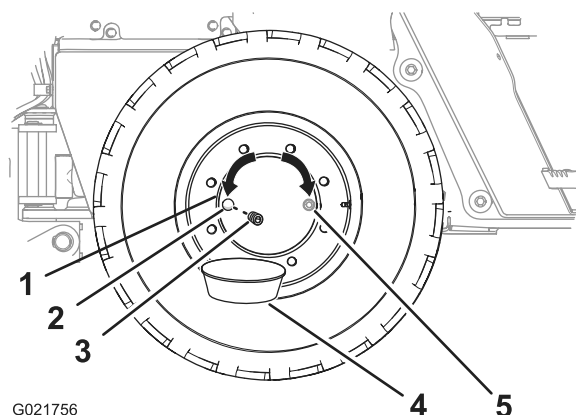

Figure 64
2. Avancez ou reculez la machine jusqu'à ce que le bouchon du moyeu d'huile soit à la position 3 heures ou 9 heures (Figure 64).
4. Placez un bac de vidange sous l'orifice de vidange du moyeu de roue (Figure 64).
5. Enlevez le bouchon du moyeu de roue (Figure 64).
6. Vérifiez que le niveau d'huile atteint le bas des filets de l'orifice d'huile (Figure 64).
8. Placez le bouchon dans l'orifice d'huile du moyeu de roue (Figure 64).